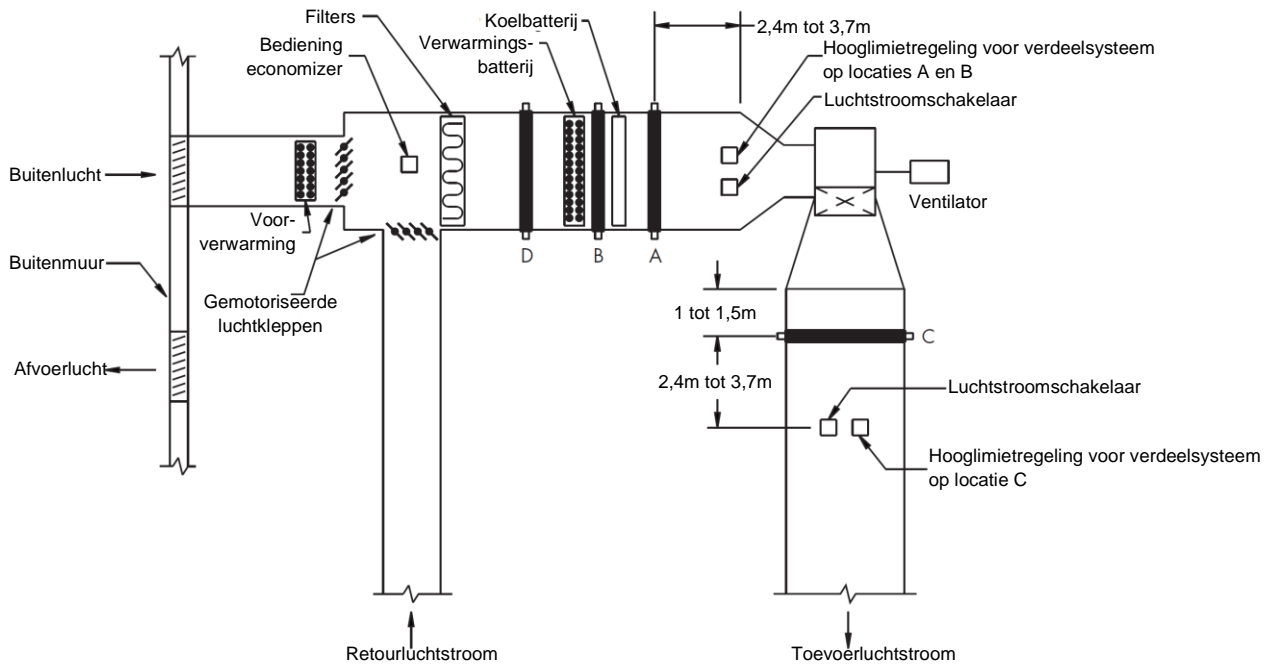

Fig. 4 - Plaatsing van het dispersiegeheel in een luchtbehandelingssysteem
2.3.2. Montage in luchtkanaal (Fig. 4)